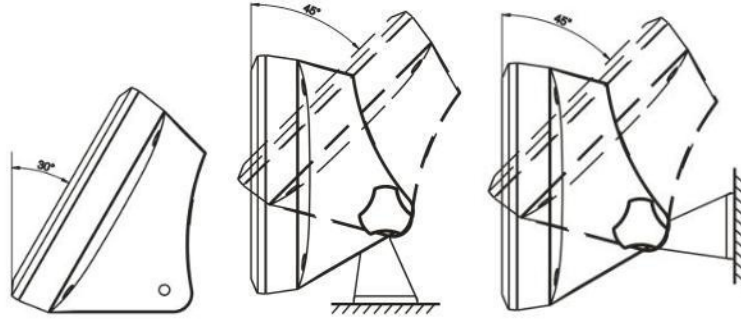

Figura 2-6: Ajuste do Suporte para Montar em Parede ou Coluna
2. O suporte permite uma ampla variedade de ajustes, como mostrado na Figura 2-6.